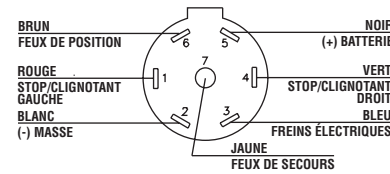

FIG. 2 - Vue en regardant dans le connecteur
4. Raccordez les fils restants, reliés au + de la batterie, et aux circuits de commande de freinage et de feu de secours de la remorque (fournis), aux conducteurs correspondants de l'adaptateur (Fig.2), en sertissant les connecteurs thermorétractables (fournis).